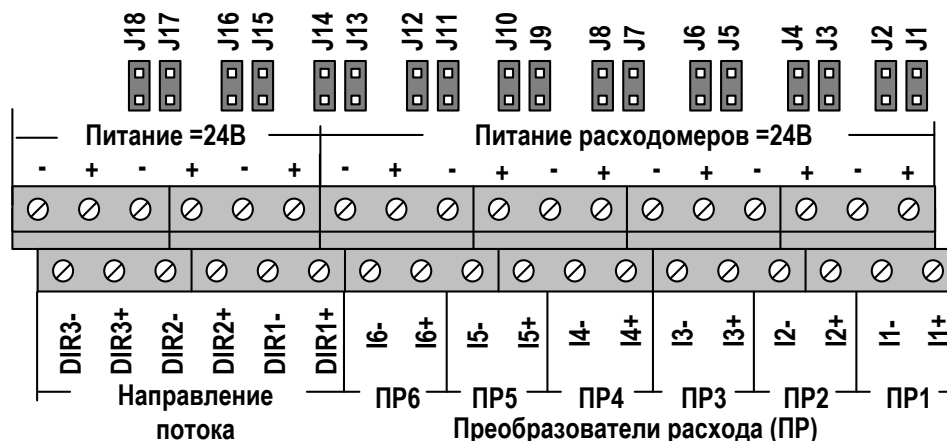

Рис.20. Обозначение коммутационных элементов подключения ПР.
7.5.2.1. Частотно-импульсные входы каналов измерения расхода предназначены для подключения преобразователей расхода различных типов с импульсным выходом. Обозначение коммутационных элементов для подключения ПР показано на рис.20.
- ✱ В активном режиме работы перемычки установлены на контактные пары J1-J12 (рис.20). Входные каскады частотно-импульсных входов питаются от внутреннего гальванически развязанного источника напряжением +5 В. На входы должны подаваться либо импульсы